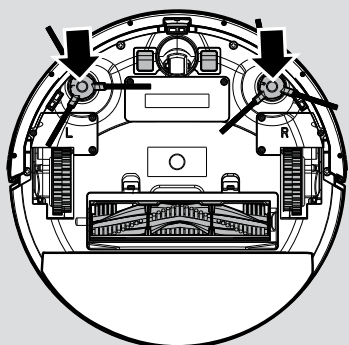

Fig. 3
7. Tryck på de två kantrengöringsborstarna på fästena tills de snäpps fast på plats. Var uppmärksam på märkningarna L och R på enheten och på borstarna. **[Fig. 3]**